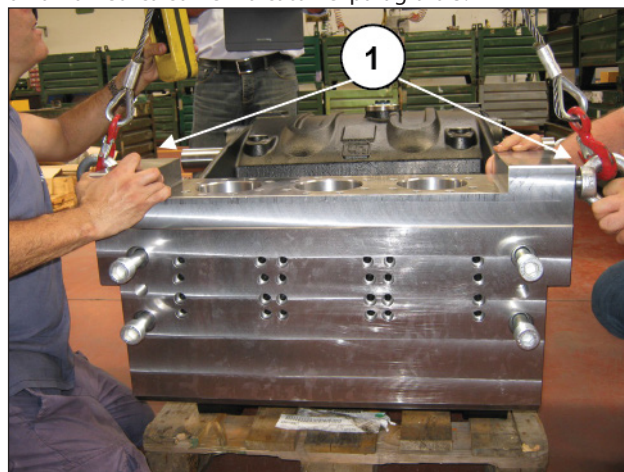
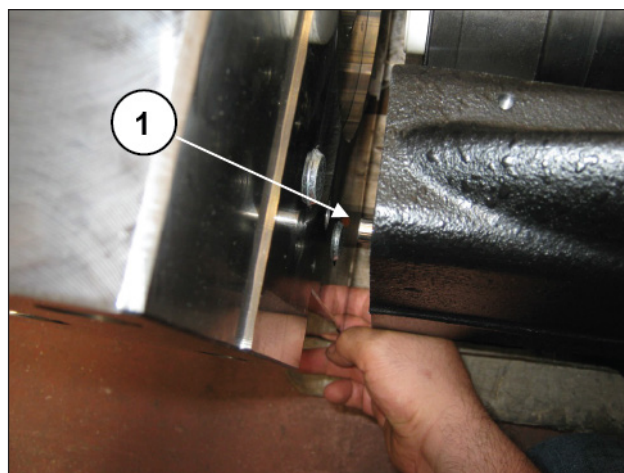

Fig. 192
Fig. 193
Montare due golfari M24 nei fori di fissaggio flangia mandata (pos. ①, Fig. 192) e successivamente riposizionare la testata sul carter anteriore prestando attenzione a non rovinare le spine di posizionamento presenti su quest'ultimo (pos. ①, Fig. 193) e fissarla con le 4 viti M24.